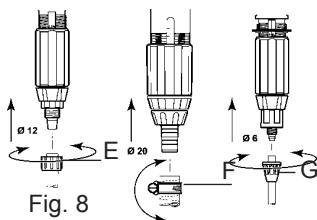

Fig. 8
- Svitare il dado (Fig. 8-E) situato in basso, nella parte dosaggio ed infilare il tubo di aspirazione nel dado.
- Svitare il dado (Fig. 8-G) situato in basso, nella parte dosaggio ed infilare il tubo di aspirazione nel dado.